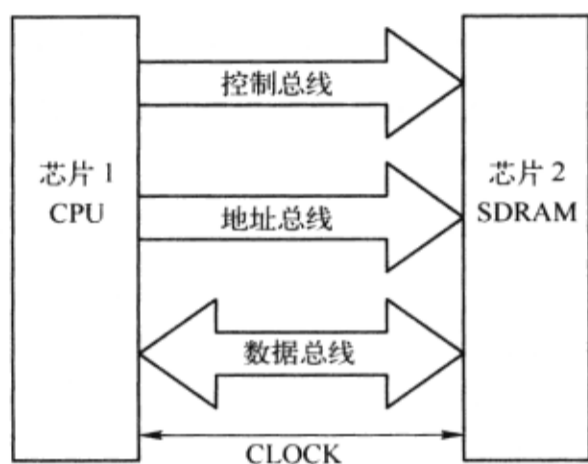
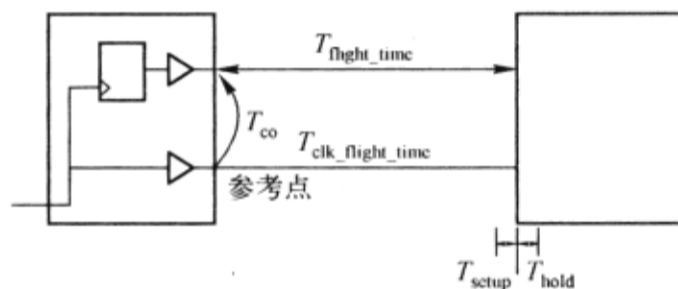

图 3-5-5 内同步原理图
图 3-5-6 内同步时序示意图
2) 内同步 内同步是指时钟与数据同时在两个芯片间传输的信号类型, 时钟由主芯片提供。内同步原理图如图 3-5-5 所示。这种同步方式最典型的代表就是 CPU 和 SDRAM 的连接, 其中 CPU 为主芯片。图 3-5-6 所示的是内同步时序示意图。内同步方式中, 数据通过寄存器输出, 时钟由缓冲器输出, 时钟链路上的缓冲器相当于外时钟同步方式中的外部缓冲器, 这样芯片内部数据链路上的缓冲器和时钟链路上的缓冲器正好匹配并抵消一部分的时序不确定性, 减小  $T_{\text{co}}$  的范围, 可以提高工作频率。例如, 一般的 TTL 器件, 采用外时钟同步方式  $T_{\text{co}}$  为 2~5ns, 采用内时钟同步方式  $T_{\text{co}}$  为 3~4ns。
在图 3-5-5 中, CPU 的时钟、地址总线、控制总线、数据总线连接到 SDRAM, 时钟是所有信号时序的基准, 其他信号根据传输方向可分为如下两组。